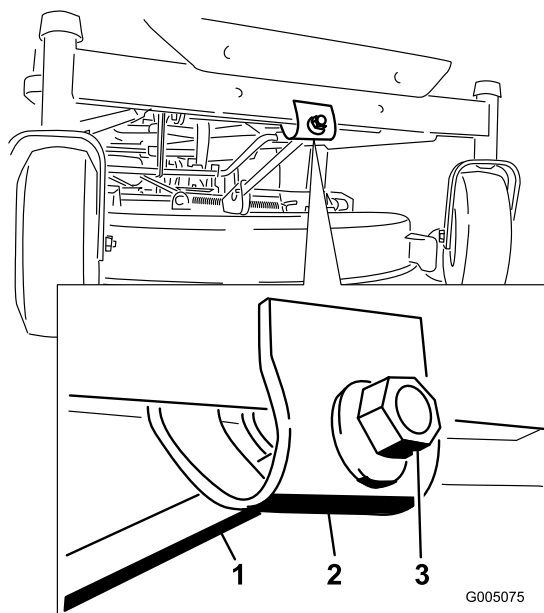

Bild 52
6. Drehen Sie für das Einstellen der Schnittemesserneigung in Längsrichtung die Einstellmutter vorne am Mähwerk (Bild 52).